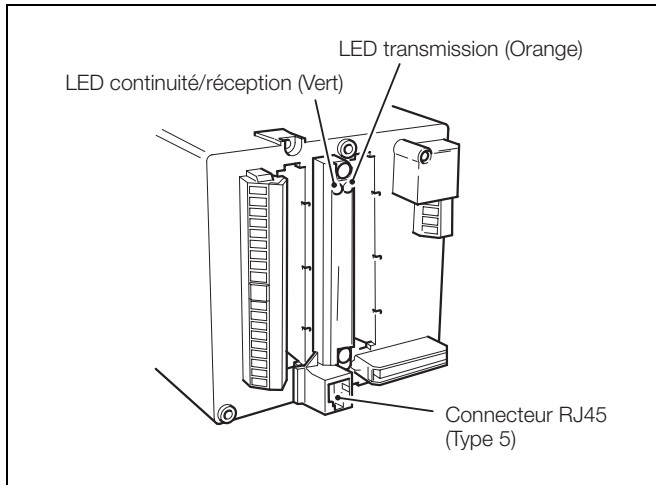

Fig. 2.1 Connecteur Ethernet
Pour connecter l'enregistreur au réseau Ethernet, utilisez un simple câble de réseau et branchez-le au concentrateur du réseau. La connexion se fait via un connecteur RJ45 standard situé à l'arrière de l'unité sur le module C – voir Fig. 2.1.
4. Si vous ne recevez aucune réponse valide, vérifiez que l'adresse IP saisie est correcte et que le PC hôte possède une adresse IP dont l'identifiant réseau correspond à celui défini dans le masque de sous-réseau. Si ces informations sont correctes, vérifiez le câble de connexion et confirmez que la LED verte de continuité sur le module Ethernet de l'instrument indique qu'une connexion a bien été réalisée – voir Fig. 2.1.